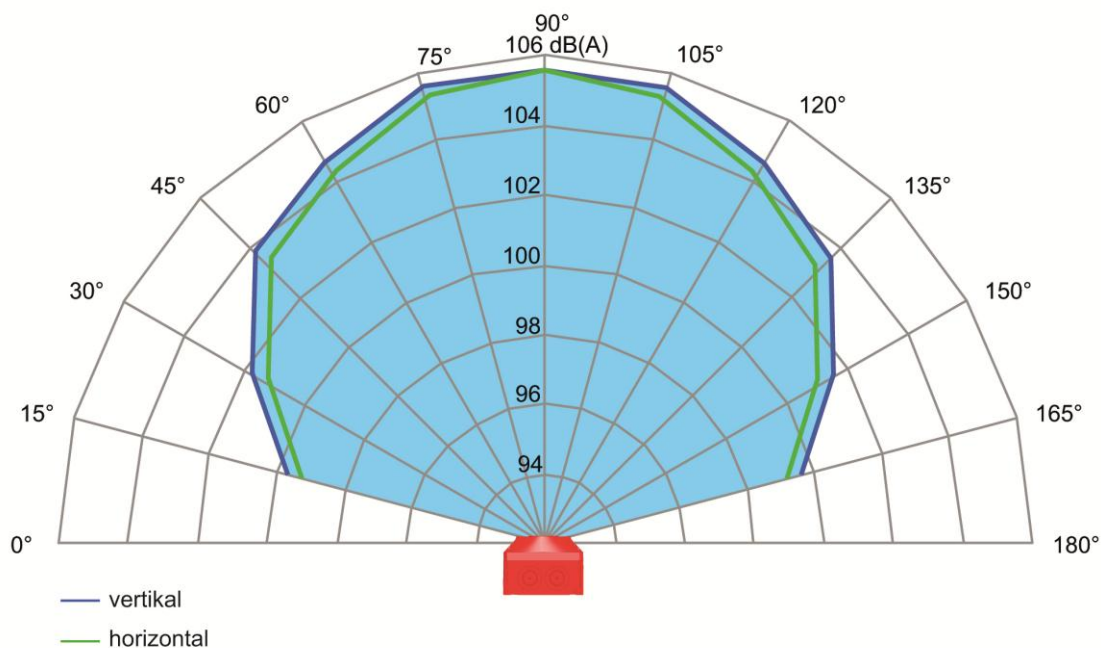

Abbildung 2: Richtdiagramm/Polardiagramm eines typischen akustischen Signalgebers in horizontaler u. vertikaler Ebene
- b. Je nach Abstrahlwinkel zur Schallquelle erzielt der Schallgeber unterschiedliche Schallpegel. Dabei ist in der Regel in 90° Richtung, also frontal zum Gerät, der Schallpegel am höchsten. Dieser Pegel nimmt zu den Seiten (0° / 180°) deutlich ab (s. Abb. 2: Richtdiagramm/Polardiagramm)